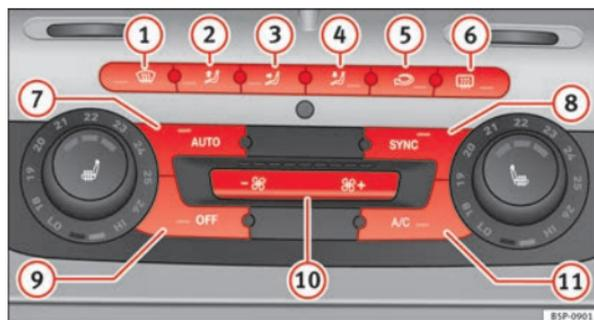

Fig. 131 Mandos del 2C-Climatronic en el tablero de instrumentos.
- Para activar el modo manual pulse una de las teclas \Rightarrow fig. 131  al , o pulse las teclas de la turbina . La función seleccionada aparecerá en el display de la radio o del navegador.
- Pulse la tecla **↻** ⇒ fig. 131 **5** para conectar o desconectar la recirculación de aire. Está conectada si en el display aparece el símbolo **↻**.